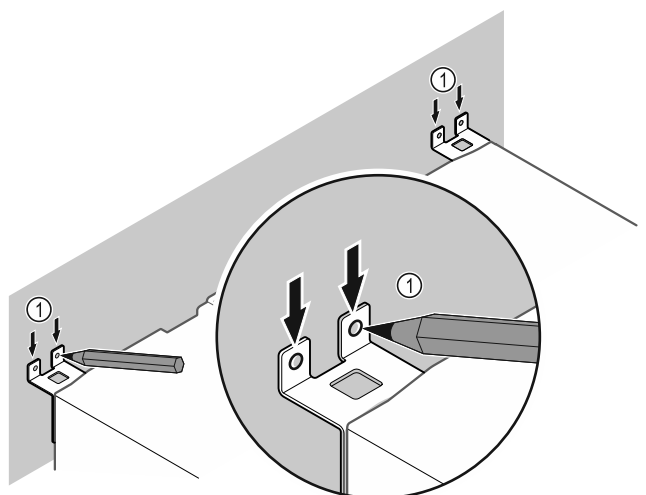

Fig. 10
- ▶ Hacer las marcas en la pared Fig. 10 (1).